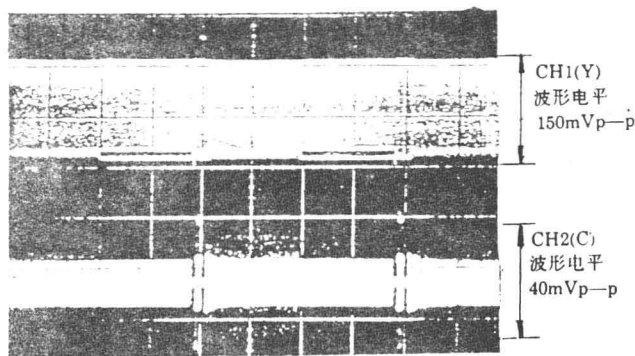

图11 SECAM 记录电流
(5) SECAM 记录电流的确认: LINE IN 输入 SECAM 彩条信号, 示波器 CH1 接 PS301(6), 示波器 CH2 接 PS303(6)。要求 Y 电平(CH1)为标准值 $\pm 33\%$, C 电平(CH2)为标准值 $\pm 33\%$, 见图 11 所示。
(6) ACC(自动色度控制)输入、输出电平的确认(PB 状态): PS303(4)输入 PAL 彩条信号, PS302(7)输入 FM 信号, 示波器 CH1 接 TL316(IN), CH2 接